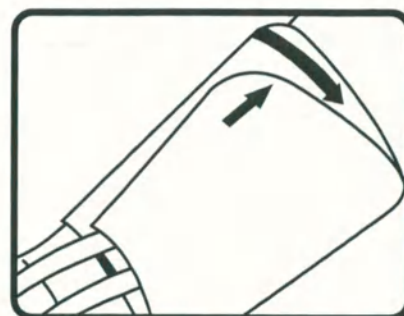

Рисунок 2
6. На застегнутой манжете символ стрелки ↑ должен указывать на диапазон, обозначенный символом ↔ (см. рисунок 2). Это значит, что манжета подобрана правильно и соответствует длине окружности плеча.